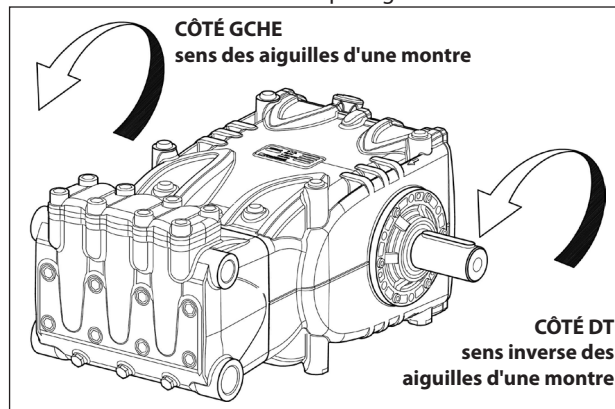

Fig. 5
En se plaçant face à la tête de la pompe, le sens de rotation devra résulter comme il est indiqué Fig. 5
**N.B.** La version représentée sur la Fig. 5 est de Droite.